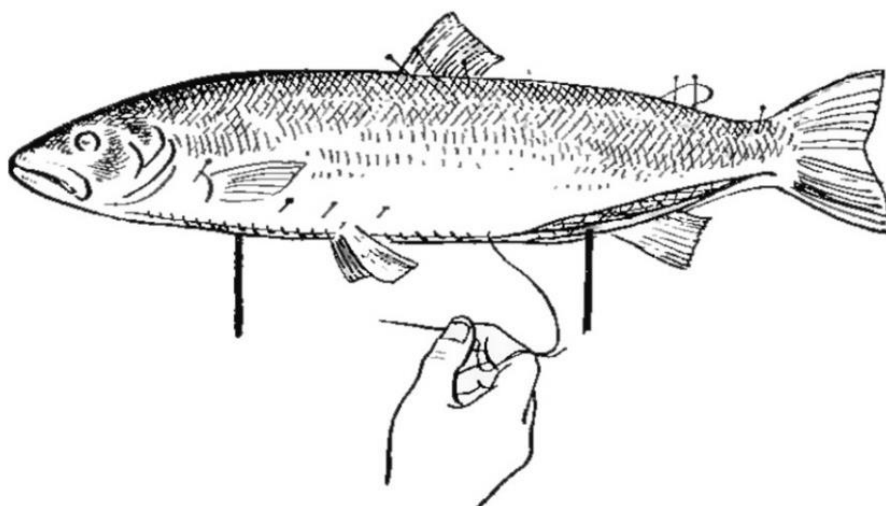

Рисунок 14 – Сшивание краев чучела рыбы
1.6. Подтяните шкуру на брюхе, совместите края разреза и сшейте их, начиная от основания головы (рисунок 14).